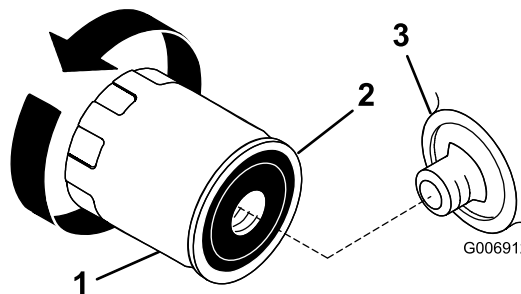

Figura 20
2. Togliere il filtro dell'olio usato e tergere la superficie della guarnizione del riduttore del filtro (Figura 20).
3. Spalmare un velo di olio nuovo sulla guarnizione di gomma del nuovo filtro dell'olio (Figura 20).
5. Girare il filtro in senso orario finché la guarnizione di gomma non tocca l'adattatore, quindi serrare il filtro di un altro 1/2 o 3/4 di giro (Figura 20).